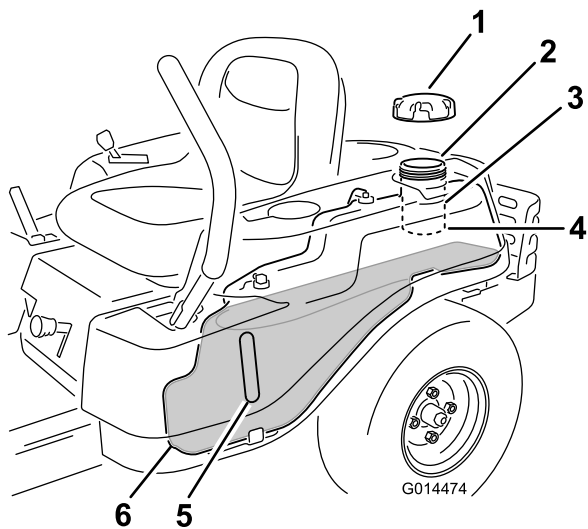

Figura 9
Nota: Puede utilizar la mirilla de combustible para verificar la presencia de gasolina antes de llenar el depósito (Figura 9).
2. Añada gasolina **lentamente** hasta que el combustible llegue a la base del cuello de llenado (Figura 9).